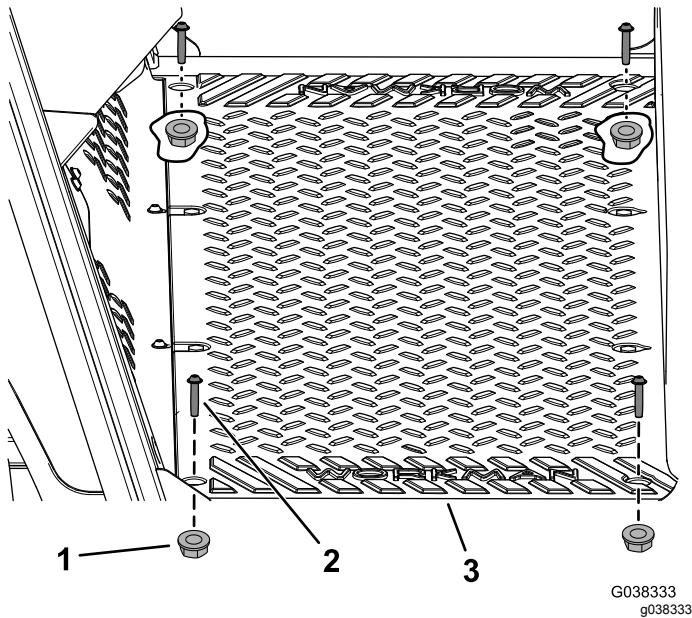

Figura 2
1. Rimuovete le 4 viti (1/4" x 1 1/4") e i 4 dadi (1/4") dal pianale (Figura 2).
- Montate le 4 viti (1/4" x 1 1/4") e i 4 dadi (1/4") rimossi in precedenza sul pianale (Figura 2).